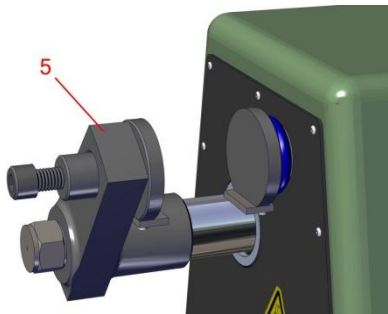
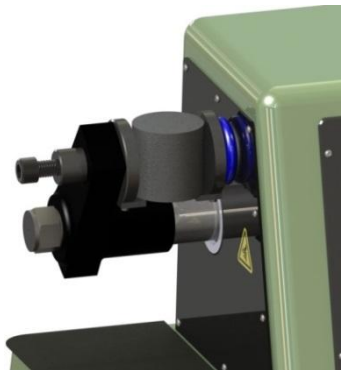

Abb. 5.3.1
Abb. 5.3.2
1. Die verstellbare Klemmhalterung mit dem darauf montierten Zubehör zur Spaltfestigkeitsprüfung auf das bewegliche Klemmteil (Abb. 5.3.1, Pos. 5) des Geräts montieren.
2. Die Aufnahmedorne auf der Klemmenrückseite müssen mit den Löchern am beweglichen Teil (Abb. 5.3.1, Pos.5) und dem Festen Teil (Abb. 7.3, Pos. 11) eine Linie bilden. Die Klemmen behutsam auf den beweglichen bzw. festen Teil aufschieben.
Korrekte Montage/Sitz der Klemmen zur Spaltfestigkeitsprüfung (siehe Abb. 5.3.1 und Abb.5.3.2).